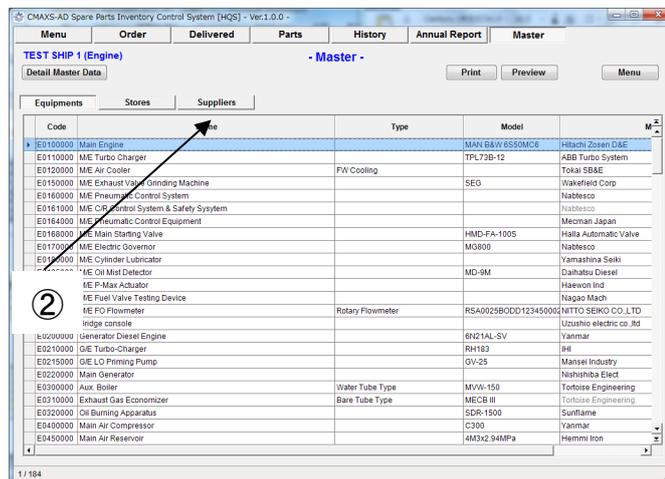

Fig.15-2 Master [Equipment] 画面
(2) “Master [Equipment] 画面”(図 15-2) が表示されます。